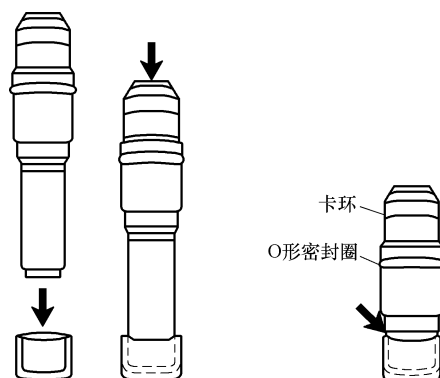

图 16-11 检查 O 形密封圈和卡环
9) 如图 16-11 所示, 用专用工具 8186 压缩正时链条张紧器并检查 O 形密封圈和卡环是否完好, 如发现损坏, 应予以更换。